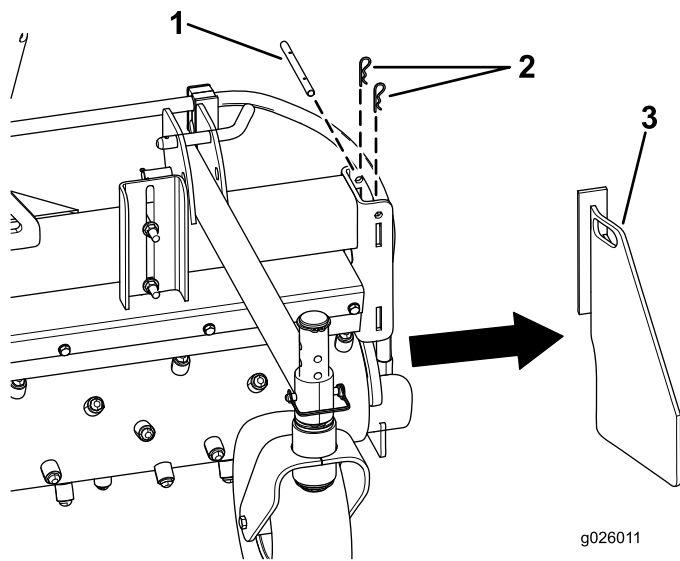

Figure 8
1. Retirez les 2 goupilles fendues de l'axe de la plaque d'extrémité (Figure 8).
2. Retirez l'axe de la plaque d'extrémité (Figure 8).
3. Déposez la plaque d'extrémité (Figure 8).